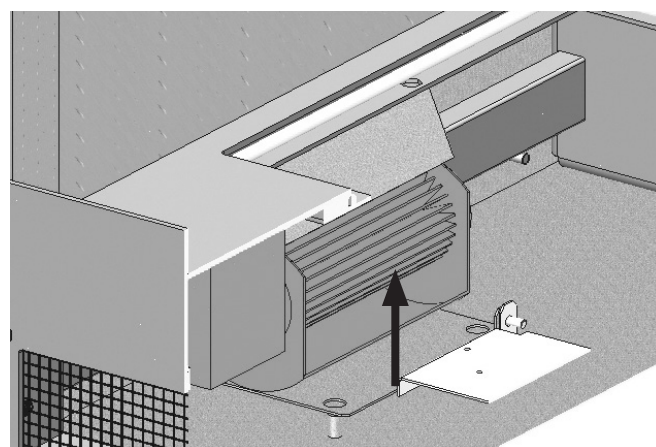

FIG. 12
5. Togliere i ventilatori dal loro alloggiamento svitando i dadi, staccare il blocco dai perni e toglierlo tirando in avanti (Fig. 12)